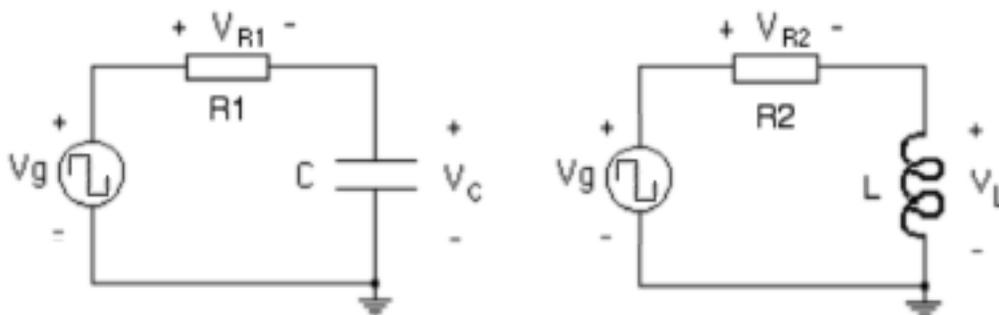

Figura 5.3.- Circuitos RC y RL para medir la constante de tiempo.
- 7.- Para completar el análisis de los circuitos RC y RL, realice la simulación TRANSIENT en SPICE de los circuitos mostrados en la Figura 5.3 aplicando una fuente de señal cuadrada **Vpulse**, con los valores dados por su profesor y considerando que el voltaje inicial en el condensador y la corriente inicial en el inductor son cero. El objetivo de la simulación es observar la respuesta transitoria, por lo tanto debe seleccionar cuidadosamente el valor máximo del eje de tiempo, a fin de poder determinar la constante de tiempo del circuito.
16.- Para completar las mediciones sobre los circuitos RC, monte el circuito de la Figura 5.3.a con los valores indicados por su profesor, aplique una señal cuadrada entre 0 y 5V, seleccionando cuidadosamente la frecuencia para ver la respuesta transitoria y determine la constante de tiempo del circuito RC ( $\tau = RC$ ). Al igual que cuando se realizó la simulación es SPICE, la idea es tener una señal cuadrada de valor máximo 5V y valor mínimo 0V, cuyo semiperíodo, es decir el tiempo en el que la señal permanece en el valor máximo, sea unas 8 veces la **constante de tiempo** del circuito correspondiente (la cual debe determinar con los valores de los componentes utilizados). La calibración del eje horizontal debe seleccionarse de forma que entren uno o dos períodos completos de la señal cuadrada.
17.- Para completar las mediciones sobre los circuitos RL, monte el circuito de la Figura 5.3.b con los valores indicados por su profesor, aplique una señal cuadrada entre 0 y 5V, seleccionando cuidadosamente la frecuencia para ver la respuesta transitoria y determine la constante de tiempo del circuito RL ( $\tau = L/R$ ). Aplican las mismas indicaciones que en el punto anterior.